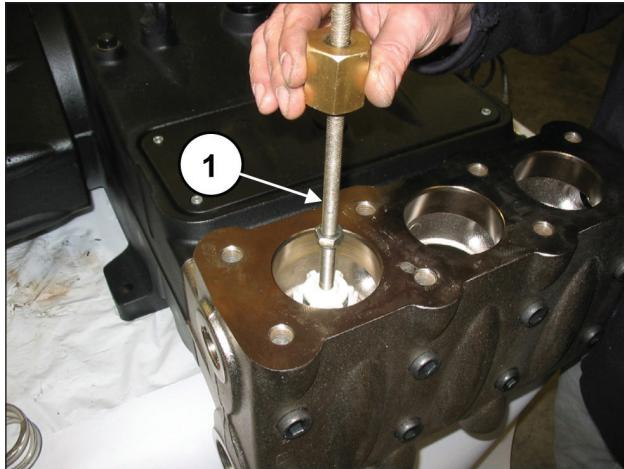

Abb. 92
Setzen Sie einen Schlagabzieher an der Bohrung M10 der Ventilführung (Pos. ①, Abb. 92) an und entfernen Sie die Druckventilgruppe.